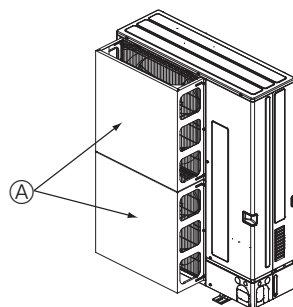

Fig. 2-3
- ② Installer un guidage d'air optionnel si l'appareil est placé dans un endroit où les vents violents d'un typhon par exemple pourraient s'engouffrer directement dans la sortie d'air. (Fig. 2-3)